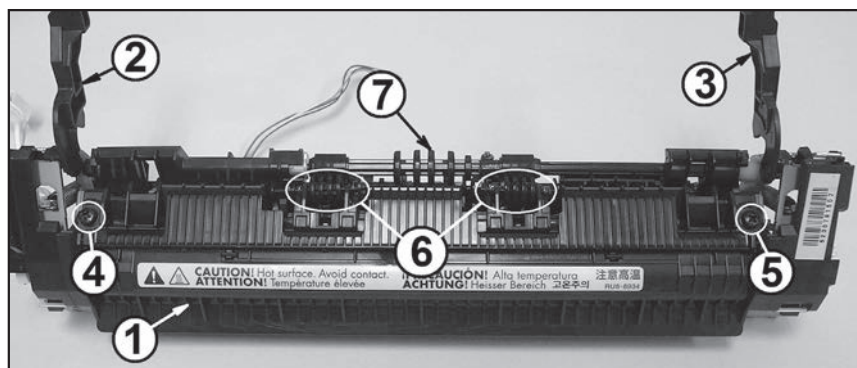

Рис. 33
1. Располагают узел защитным кожухом 1 (рис. 33) к себе, перемещают рычаги 2 и 3 прижима верхней части узла к резиновому валу от себя и устанавливают их в нерабочее положение.
2. Откручивают винты 4 и 5 (рис. 33), перемещают дальнюю сторону защитного кожуха к себе и, перемещая кожух вверх, снимают его с узла термозакрепления в сборе с прижимными роликами 6 и выходным валом транспорта бумаги 7.